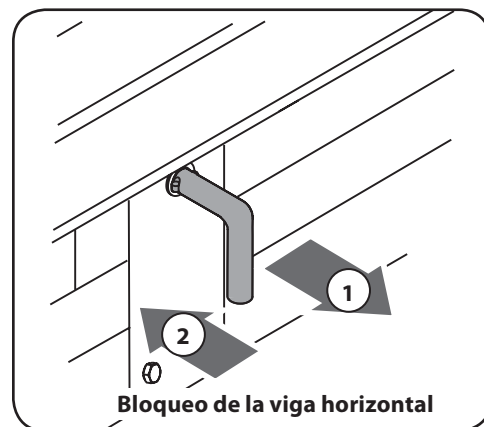

Figura 4-4
- b. El bloqueo de la vigueta horizontal se traba automáticamente. El bloqueo a resorte encaja a presión en su lugar cuando la vigueta se baja a esta posición. Vea la Figura 4-4.